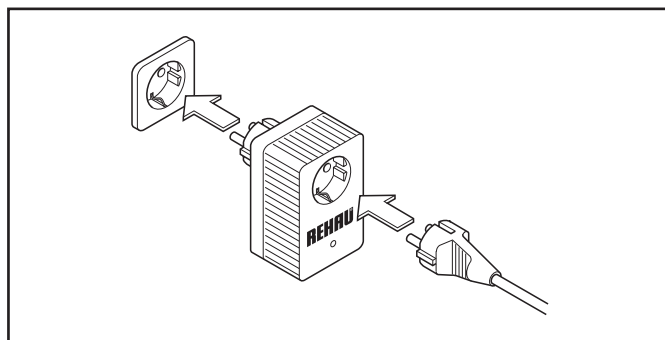

Рис. 6-25: Подключение радиоприемного устройства к сети
1. Вставить вилку радиоприемного устройства в электророзетку (см. рис. 6-25).